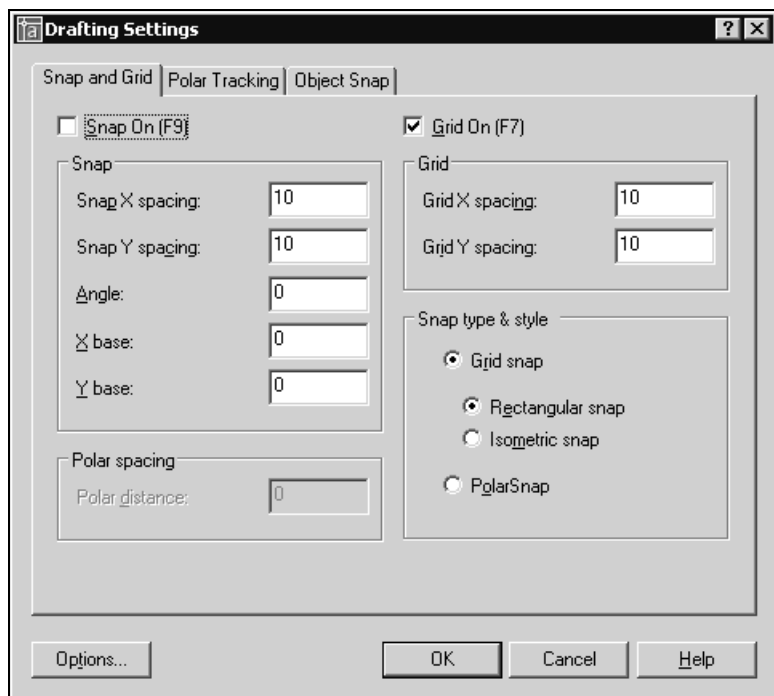

Рис. 14.4. Диалоговое окно для настройки шага, угла поворота сетки и ограничения перемещения курсора
Команда SNAP (ШАГ) имеет несколько опций, которые настраиваются в диалоговом окне **Drafting Settings** (Режимы рисования) (рис. 14.4).
- Откройте выпадающее меню **Tools** (Сервис) и выберите из него **Drafting Settings** (Режимы рисования). Появится диалоговое окно **Drafting Settings** (Режимы рисования) (см. рис. 14.4).